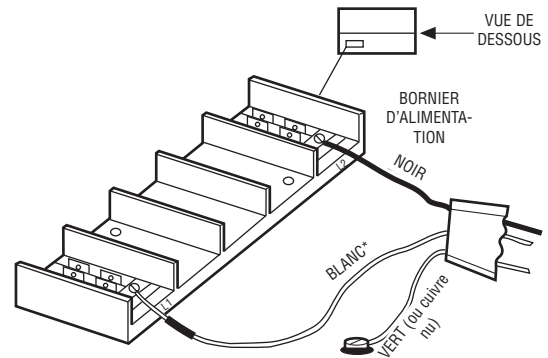

Figure 6
3. Branchez le fil sur le bornier d'alimentation situé à la base du radiateur (voir la Figure 6).